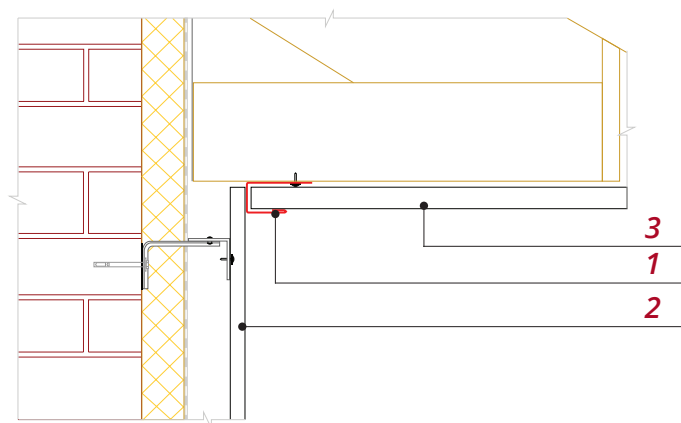

Рис. 5
2. Если предусмотрена подшивка карнизных свесов (рис. 5), край панели **2** закройте приемным J-профилем **1** софитов **3** или карнизным молдингом. В этом случае дополнительный J-профиль можно не использовать.